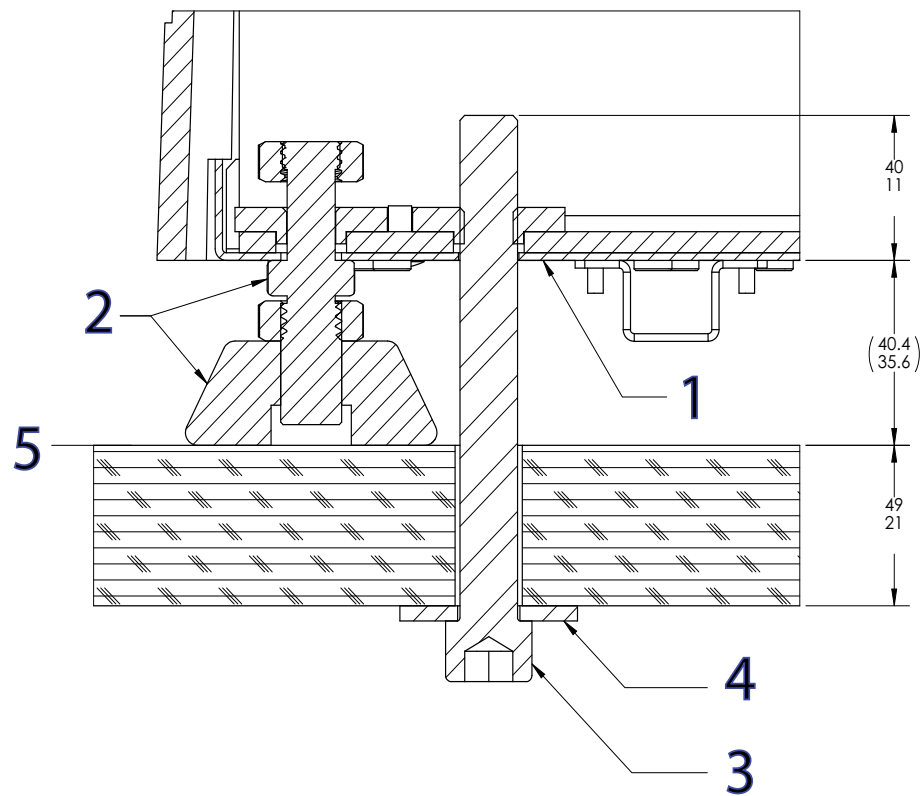

Abbildung 15. Befestigung des Rahmens am Tisch
Legende für Abbildung 15
3. Montieren Sie jede Schraube und die Unterlegscheibe in Übergröße wie in Abbildung 15 auf Seite 70 dargestellt.